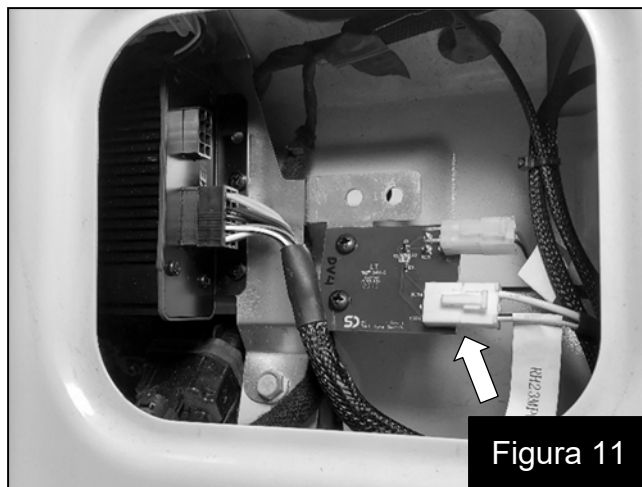

Figura 11
15. Conecte el arnés en T del pestillo del portón a la placa de circuito. Figura 11